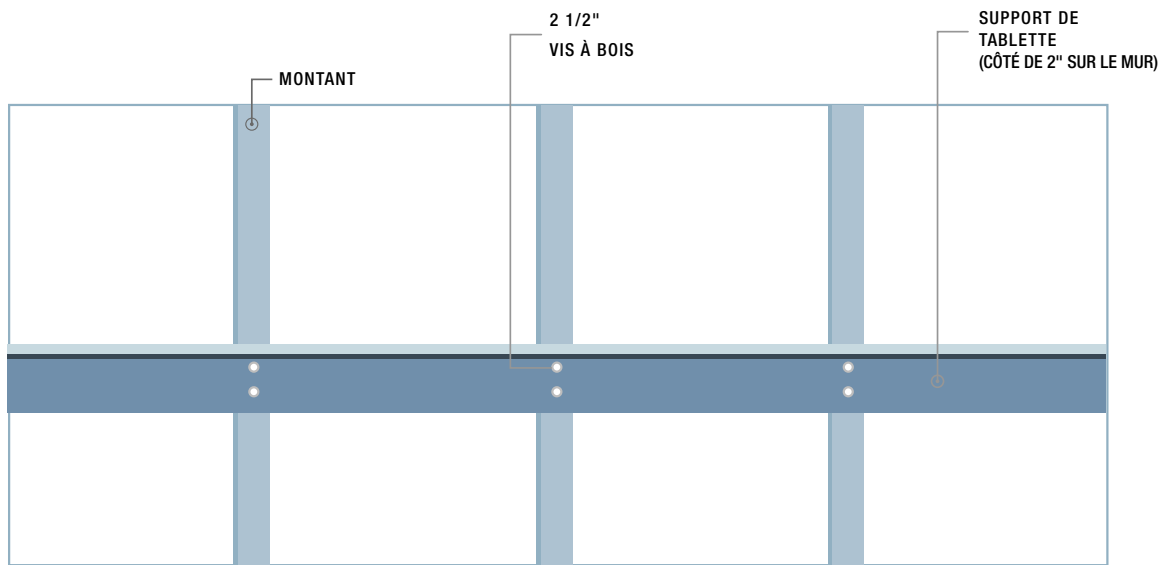

Figure 1: Montage de face
- Un minimum de 3 montants est requis pour installer en toute sécurité une tablette de 5 pi. et un minimum de 4 montants pour une tablette de 6 pi. À l'aide de vis à bois de 2 1/2", fixer le support de tablette aux montants avec deux vis par montant. Voir Figure 1 à la page 5 pour plus de détails.